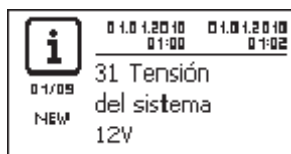
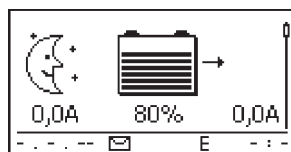

Fig. 5: Mensaje de suceso con la tensión del sistema detectada (ejemplo: 12 V)
Fig. 6: Configuración original de la indicación de estado
2. ➔ Conectar el fusible externo de la batería: introducir fusible en su soporte o conectar el interruptor seccionador de CC. El regulador se pondrá automáticamente en marcha y, al cabo de unos pocos segundos, mostrará la tensión del sistema que ha detectado (= tensión de la batería) en un mensaje de suceso (Fig. 5).
3. ➔ Anotar la tensión de sistema indicada en la Fig. 5.
4. ➔ Pulsar »ESC« para confirmar el mensaje de suceso. Aparece la configuración básica de la indicación de estado (Fig. 6).
6. ➔ Si no parecen Fig. 5 y Fig. 6, comprobar la instalación y solucionar los posibles fallos a través de ☞ 15, pág. 54 y siguientes.